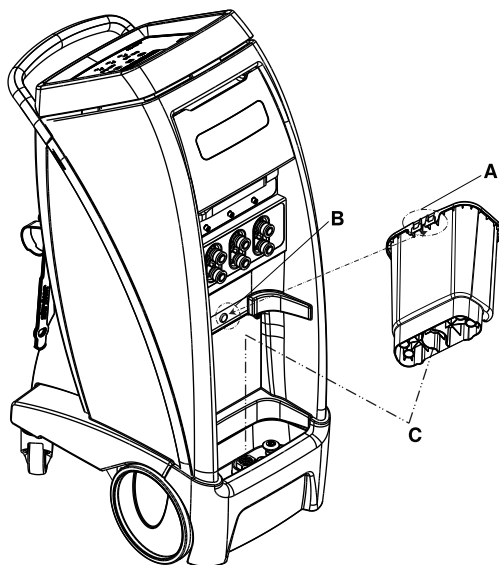

图14-15: 可拆除贮液筒
如要取下贮液筒，朝一个角度向前拉，然后向上取出贮液筒（第14-26页，图14-15）。
2. 将贮液筒 (A) 背面的缺口与控制仪 (B) 上的钩子对齐（第14-26页，图14-15）